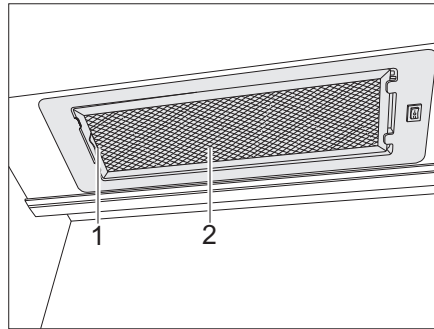

Bild 152 Dunstabzug
- Den Hebel (Bild 152,1) nach innen drücken.
- Den Filter (Bild 152,2) nach unten entfernen.